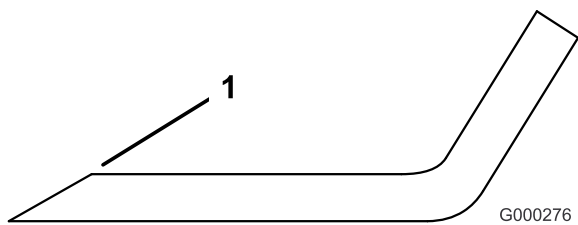

Рисунок 87
- Проверьте режущие кромки всех ножей и заточите их, если они затупились или имеют зазубрины (Рисунок 87).
Примечание: Чтобы ножи всегда оставались острыми, затачивайте только верхнюю сторону режущей кромки и сохраняйте первоначальный угол заточки (Рисунок 87). Балансировка ножа не нарушается, если с обеих режущих кромок удаляется одинаковое количество материала.